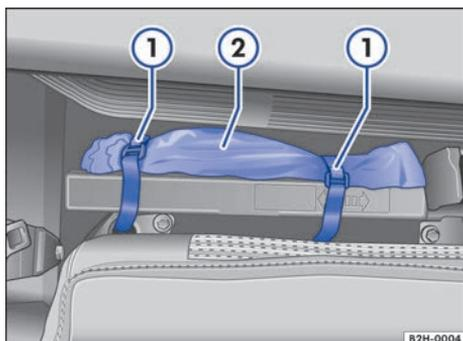

Fig. 172 Detrás del respaldo del asiento trasero (vehículos con cabina doble): herramientas de a bordo (1).
Herramientas de a bordo en una bolsa detrás del respaldo del asiento trasero	<ul style="list-style-type: none"> - Abata el respaldo del asiento trasero hacia delante → página 61. - Suelte los cierres de velcro → fig. 172 (1) y retire la bolsa (2).